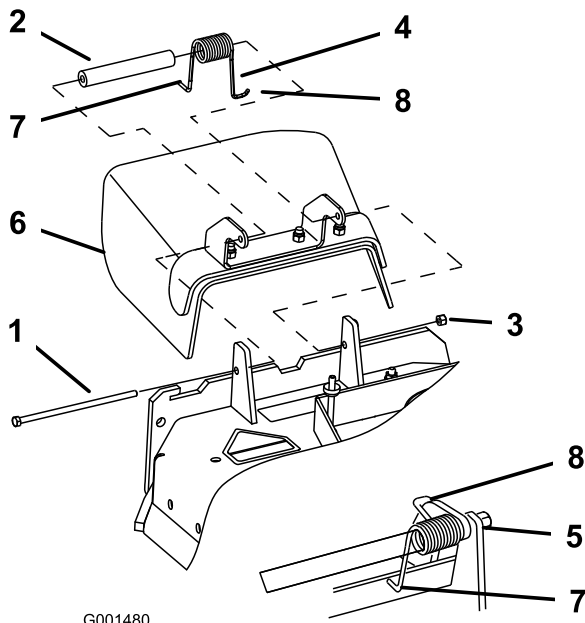

Figure 52
1. Retirez le contre-écrou, le boulon, le ressort et l'entretoise qui fixent le déflecteur aux supports de pivot (Figure 52). Enlevez le déflecteur s'il est endommagé ou usé.
Remarque: Prenez soin de placer l'extrémité en L du ressort derrière le bord du plateau avant de mettre le boulon en place, comme indiqué à la Figure 52.
3. Remettez le boulon et l'écrou. Accrochez l'extrémité en J du ressort au déflecteur d'herbe (Figure 52).